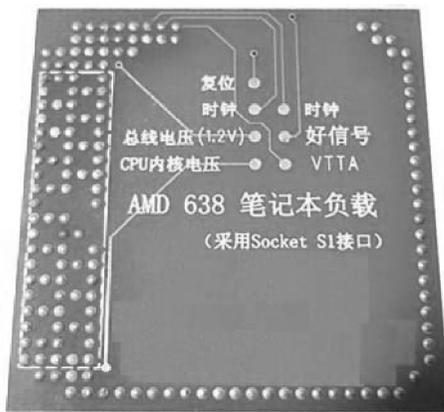

图 5-10 638 笔记本电脑假负载
- 7) 638 笔记本电脑假负载（AMD 公司 Socket S1 接口），如图 5-10 所示。